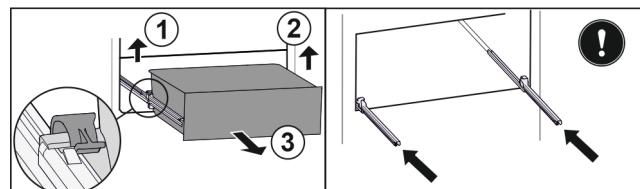

Fig. 32
- Приподнимите левый зажим и одновременно вытяните движением вперед выдвижной ящик слева. Fig. 32 (1)
- Приподнимите правый зажим и одновременно вытяните движением вперед выдвижной ящик справа. Fig. 32 (2)
- Извлеките выдвижной ящик движением вперед. Fig. 32 (3)